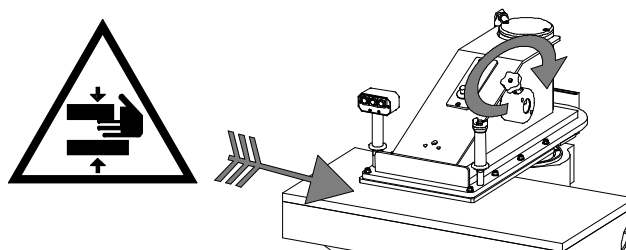

Abb. 10
a) Mit dem Verstellrad auf der rechten Seite des Armes kann der Schwenkarm-Hub eingestellt werden. Wird das Rad im Uhrzeigersinn gedreht (Abb. 10), so sinkt der Arm. In umgekehrtem Sinne bewegt er sich nach oben.